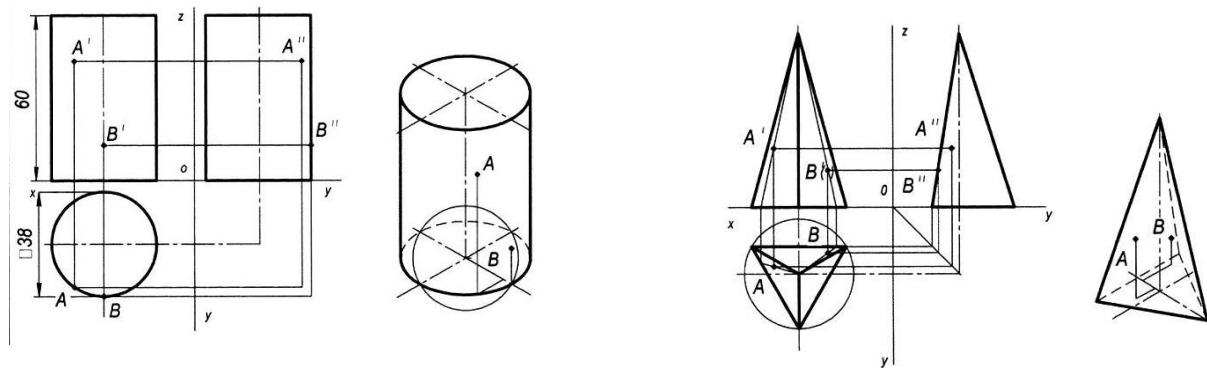

Рисунок 19 - Пример оформления графической работы
4. Построение аксонометрических проекций тел лучше начинать с проекций их оснований, учитывая расстояние между центрами оснований, рис.19.